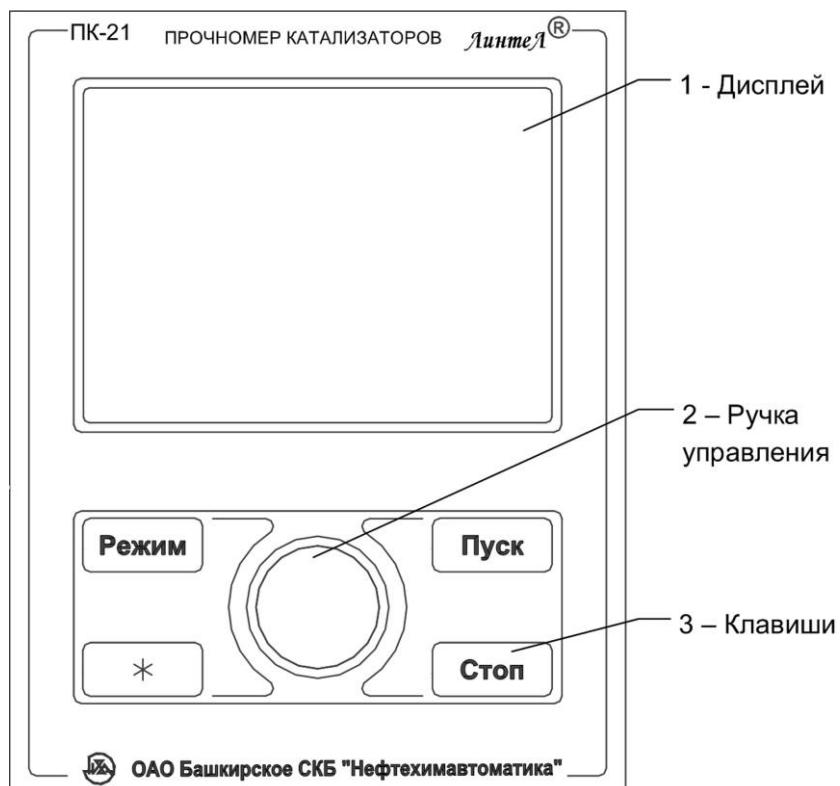

Рисунок 3 – Лицевая панель
На лицевой панели (см. рисунок 3) находятся дисплей 1 и органы управления прочномером: ручка управления 2, клавиши 3. Назначение органов управления приведено в ПРИЛОЖЕНИИ А, страница 25.
3.3.4 Через 20 секунд или при нажатии кнопки [Пуск] на лицевой панели (см. рисунок 3, страница 6) прочномер переключается в режим ожидания (см. рисунок 5).
Если установке кассеты препятствует низко опущенный шток, повернуть ручку управления на лицевой панели прочномера (см. рисунок 3, страница 6) против часовой стрелки для подъёма штока. Для остановки поднимающегося штока повернуть ручку управления по часовой стрелке на один щелчок.